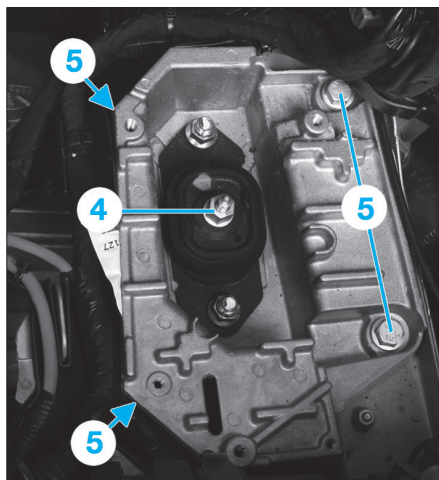

Fig. 10
- Déposer l'écrou (4) et les vis (5) puis le support moteur gauche (Fig.10).